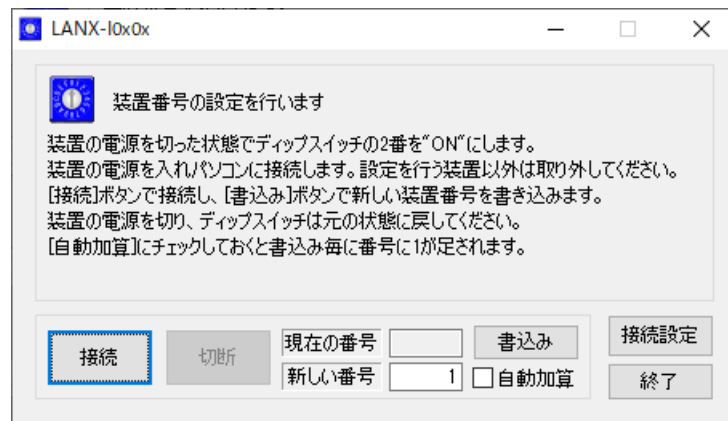

図 21 番号設定ツールの画面
2. 設定ツールのメニュー画面(図 17)から[装置番号設定ツール]ボタンを押します。図 21 のような画面が表示されます。